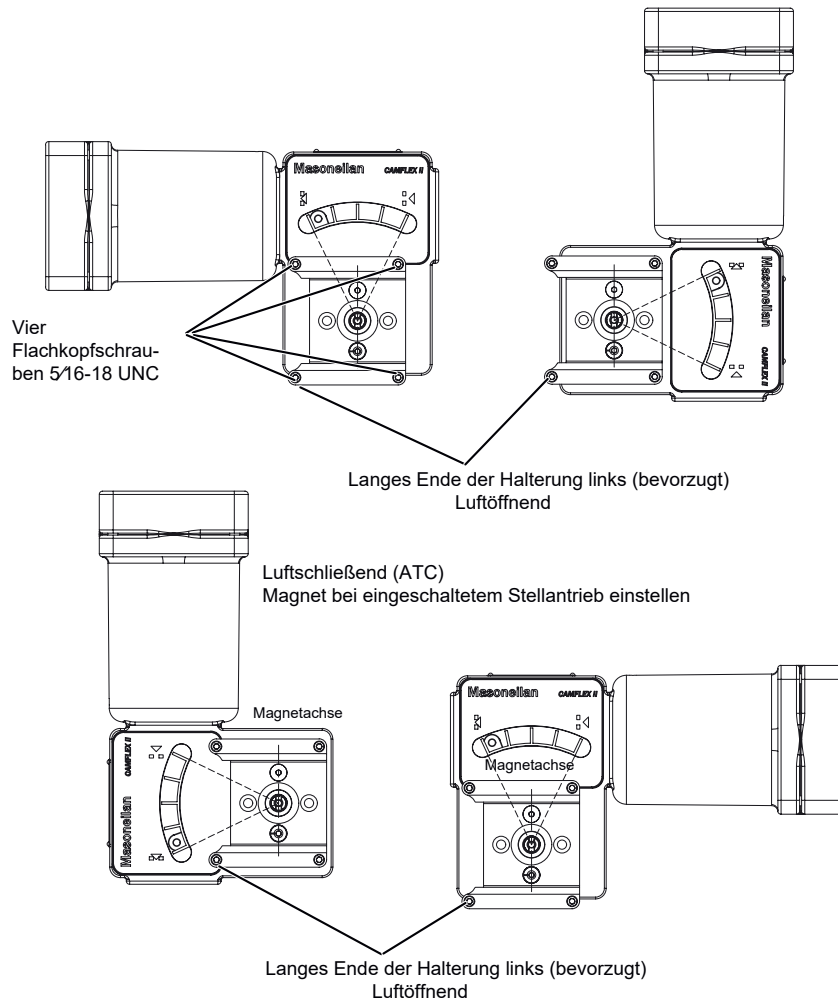

Abbildung 8: Drehregelventil Camflex II, ATO- und ATC-Montage
1. Befestigen Sie die SVI3-Drehventilhalterung mit zwei Flachkopfschrauben 5/16-18 UNC am Ventiltrieb und ziehen Sie sie mit einem Inbusschlüssel 3/16" an, wie in Abbildung 8 gezeigt.
5. Drehen Sie den Magnethalter so, dass die magnetische Achse bei geschlossener Stellung des Ventils senkrecht steht (siehe Abbildung 8). Tabelle 2 zeigt die allgemeinen Richtlinien für die Ausrichtung des Wegsensors. Überprüfen Sie die Tabelle, bevor Sie den SVI3 an einem Drehventilantrieb installieren, um eine korrekte Ausrichtung des Magneten zu erhalten.